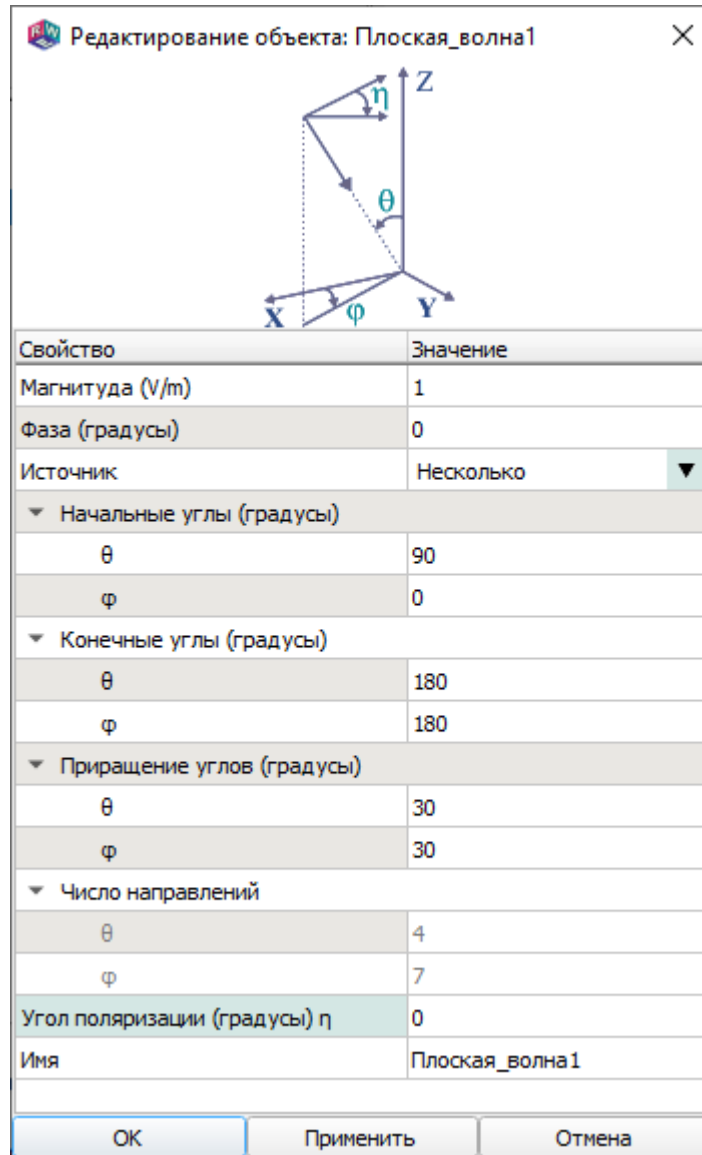

Рис. 81
12.3.5. В режиме «несколько источников» необходимо определить начальный, конечный угол и приращение угла для каждой угловой координаты. Тогда расчет будет выполняться для заданного числа направлений (рис. 81).